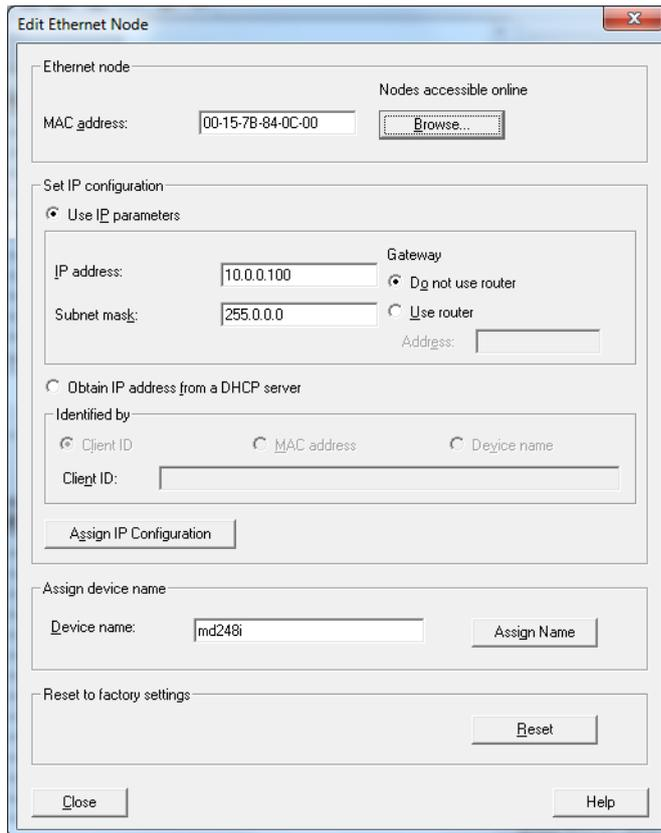

Abbildung 7: IP-Adresse und Gerätenamen konfigurieren
Die Option **IP-Adresse von einem DHCP-Server** im Fenster *Ethernet-Knoten bearbeiten* in STEP 7 (Abbildung 7: IP-Adresse und Gerätenamen konfigurieren) wird nicht unterstützt. DHCP kann nur über die Web-Schnittstelle aktiviert oder deaktiviert werden.
3. Wählen Sie den IO-Link-Master in **HW Konfig**, und öffnen Sie das Fenster **Ethernet-Knoten bearbeiten** (Abbildung 7: IP-Adresse und Gerätenamen konfigurieren) über die Menüoption **SPS | Ethernet | Ethernet-Knoten bearbeiten**.
6. Geben Sie die gewünschten IP-Konfigurationen ein. In Abbildung 7: IP-Adresse und Gerätenamen konfigurieren wurde der IO-Link-Master dafür konfiguriert, die statische IP-Adresse 10.0.0.100, die Subnetzmaske 255.0.0.0 und keinen Router zu verwenden.